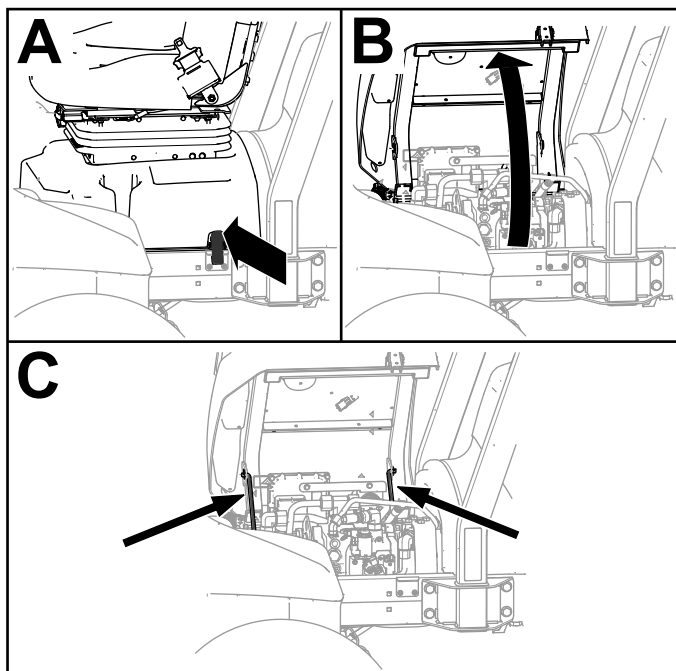

图 64
1. 打开座椅底座的门锁图 64的 A。
2. 倾斜座椅并打开底座图 64的 B。
3. 用支撑杆进行支撑图 64的 C。